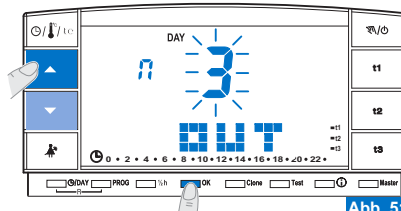

Abb. 51
- Auf dem Display erscheint blinkend der aktuelle Monat. Stellen Sie mit den Tasten **▲▼** den Monat ein, in dem das Programm Holiday (verlassen der Wohnung) aktiviert werden soll, und bestätigen Sie diesen mit der **OK**-Taste (Abb. 51).